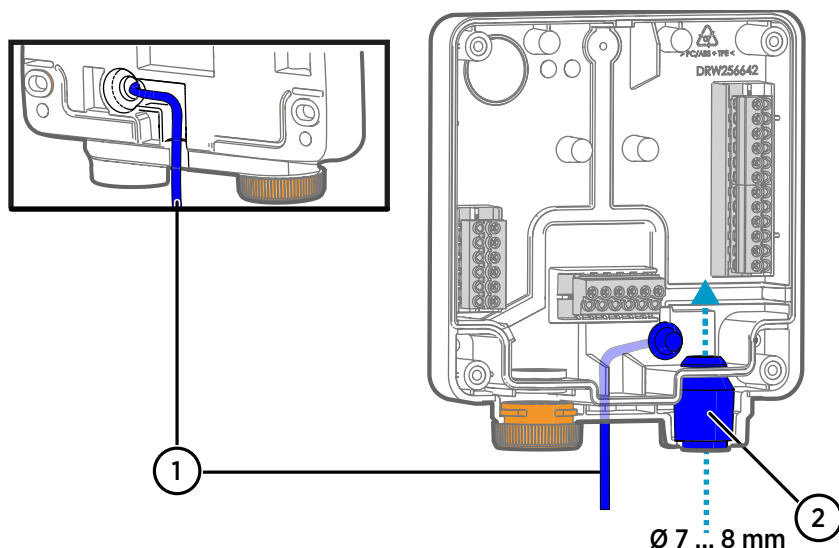

图 25 Indigo200 接线选项
- c. 如图 25 (第 69 页) 中所示，将电缆嵌入数据处理单元背面的凹槽内，并根据需要连接应力消除器。